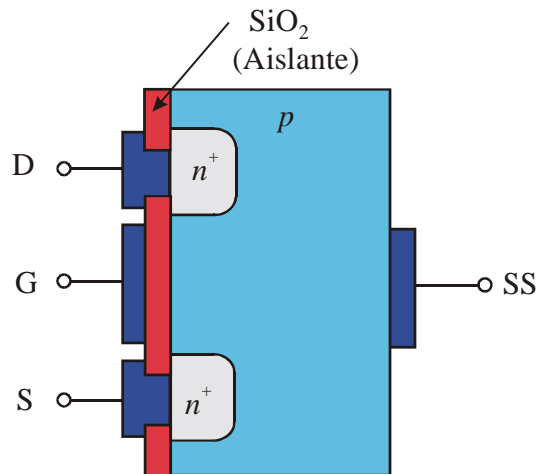

Figura 4.13.- Estructura básica del MOSFET de acumulación canal n.
Como podemos ver en la *Figura 4.13.* en la que aparece representada la estructura básica para un MOSFET de canal n, partimos de una zona de material semiconductor tipo p en la que aparecen dos zonas tipo n+ con contactos metálicos a los terminales de *drenador* y *fuente*. La zona roja representada corresponde a una capa de material aislante, en este caso óxido de silicio. Por tanto, si nos fijamos en el terminal de *puerta*, vemos como tenemos una zona metálica (correspondiente al contacto óhmico) una zona de óxido y una zona de semiconductor. Es precisamente debido a esta estructura de donde le viene el nombre al dispositivo de Metal – Óxido – Semiconductor (MOS). Además, este dispositivo tendría un cuarto terminal, el terminal del *Sustrato* (SS), aunque habitualmente éste se encuentra conectado a la fuente.